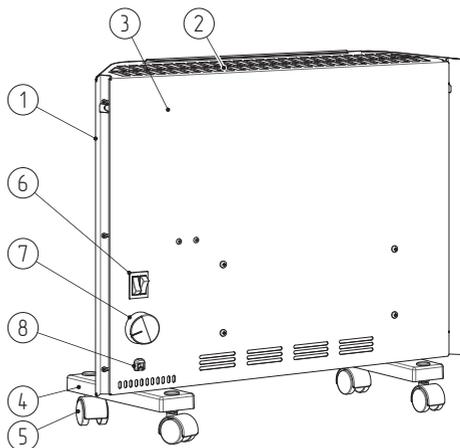

Рисунок 1.
5.1. Конвектор (см. рис. 1, 3) представляет собой металлический корпус, состоящий из передней панели (1) и задней панели (3), внутри которого на шасси расположен электронагревательный элемент (на чертеже не показан). На корпус устанавливаются колёсные опоры (4), имеющие по 2 поворотных колеса (5). На задней поверхности корпуса расположены рокерные переключатели с подсветкой (6) и ручка термостата (7).